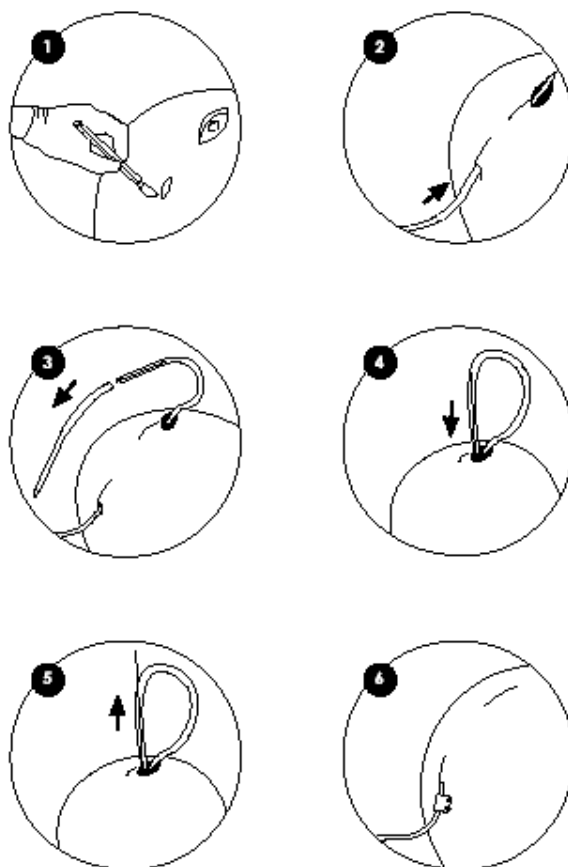

Рисунок 2.86 - Диаграммы имплантации катетера PSO-VT
Способ 2 (Рекомендованный (см. рисунок 2.86)).
Сделайте маленькое рассечение в выбранном месте для выходного отверстия (см. рисунок 2.86 (1)).
Поместите конец катетера в защитную трубку трокара и используйте трокар, чтобы создать канал для катетера под волосистой частью кожи головы, начиная от места выходного отверстия по направлению к трепанационному отверстию (см. рисунок 2.86 (2)).
Удалите катетер из канала, убедившись, что, по крайней мере, 30 см вышло из отверстия для имплантации, и уберите трокар с защитной трубкой (см. рисунок 2.86(3)).
Катетер оборудован зондом, заранее установленным в одну из 3 полостей, предназначенных для этой цели. Импантируйте катетер, держа его зондом, в направлении желудочка, используя стандартный способ (см. рисунок 2.86 (4)).
Фиксируя сенсор в месте имплантации, уберите зонд, осторожно сгибая катетер между двумя метками в виде стрелок (см. рисунок 2.86 (5)).
Используйте фиксирующий выступ, входящий в комплект поставки, и стандартный способ для фиксации катетера на коже головы непосредственно вдоль выходного отверстия для катетера из канала, сделанного ниже линии роста волос (см. рисунок 2.86 (6)).